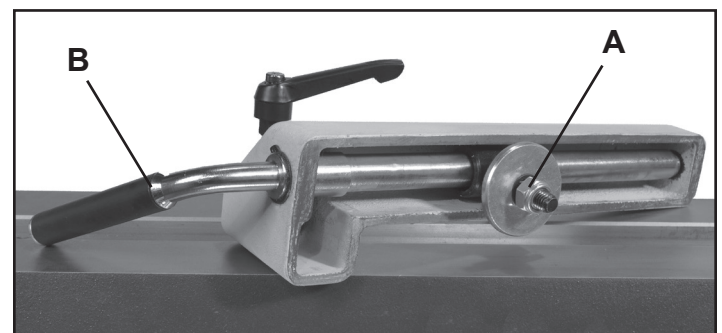

FIG. 14
Si des ajustements sont nécessaires, la pression de serrage peut être modifiée en tournant les gros écrous hexagonaux (#15C & 9D) situés sous le banc du tour et en-dessous des assemblages. Cela est réalisé en utilisant une clé de 16 mm (5/8 po.) ou une clé à molette (non fournies). FIG. 14 montre le porte-outil une fois enlevé du banc de tour pour mieux voir le mécanisme de verrouillage et l'écrou hex. (A).
1. Desserrer la poignée de verrouillage (B) de sorte qu'il n'y ait plus de pression de serrage exercée sur l'ensemble des pièces du tour.